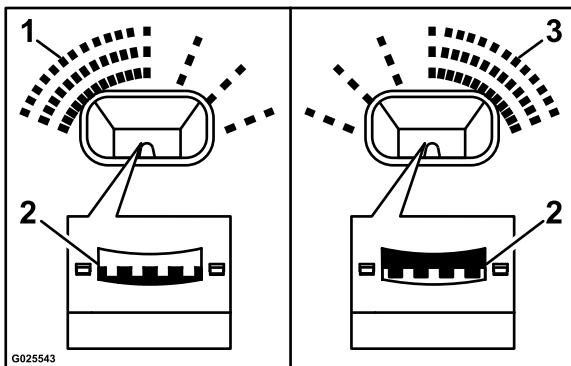
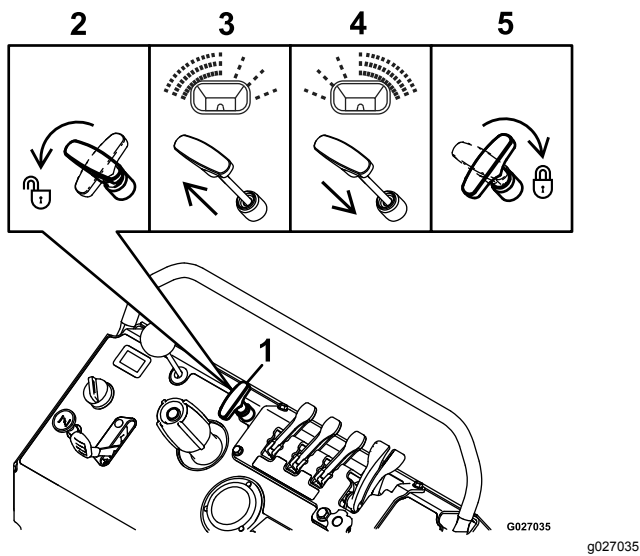

Figura 29
Figura 30
Si el esparcidor distribuye el material de forma desigual de un lado a otro – demasiado cargado/ligero en un lado (ver Figura 29 y Figura 30) – ajuste el patrón de esparcido.
1. Desbloquee el control del patrón de esparcido girando la maneta 90° en sentido antihorario, según se muestra en la Figura 30, 2.
- Si se esparce demasiado material en el lado izquierdo de la máquina, tire del control del patrón de esparcido un poco hacia arriba; consulte Figura 30, 3.
- Si se esparce demasiado material en el lado derecho de la máquina, presione control del patrón de esparcido un poco hacia abajo; consulte la Figura 30, 4.
3. Bloquee el control del patrón de esparcido girando la maneta 90° en sentido horario; consulte la Figura 30, 5.